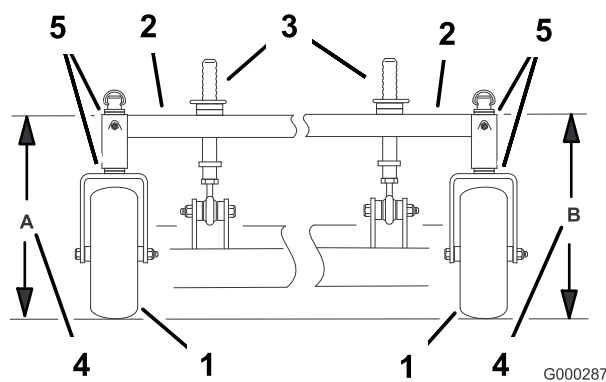

Figura 55
- Meça a altura da estrutura de suporte no local **A** (Figura 55).
- Meça a altura da estrutura de suporte no local **B** (Figura 55).